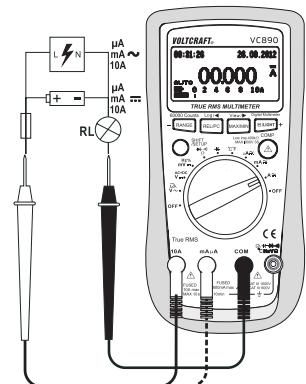

Fig. 3
3. Raccordez le cordon de mesure rouge à la douille de mesure m μA ou 10A (5, 6). Raccordez le cordon de mesure noir à la douille de mesure COM (8) (Fig. 3).